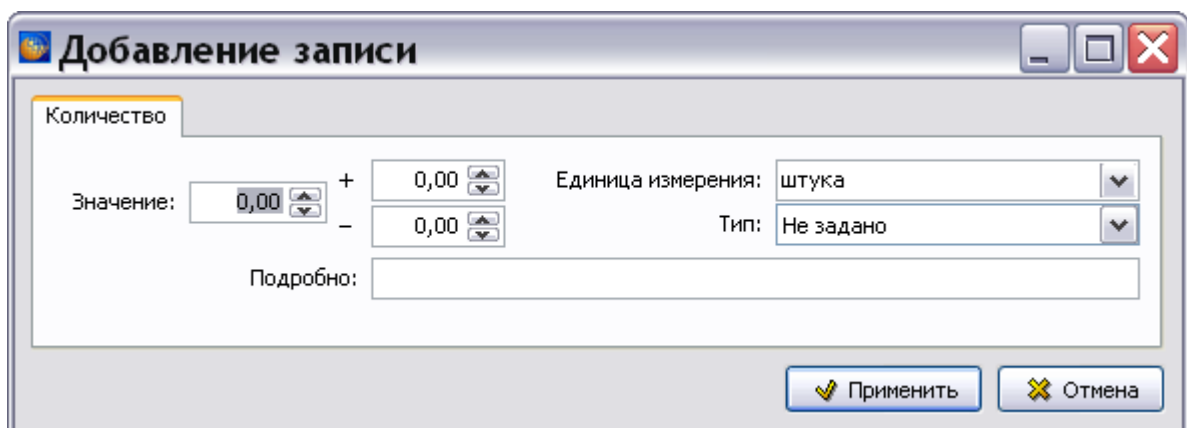

Рисунок 685
– **Количество.** Значение количества для детали. Для добавления значения количества нажмите на кнопку **Добавить**  в правой части окна. После этого появится окно **Добавление записи** (рисунок 685).